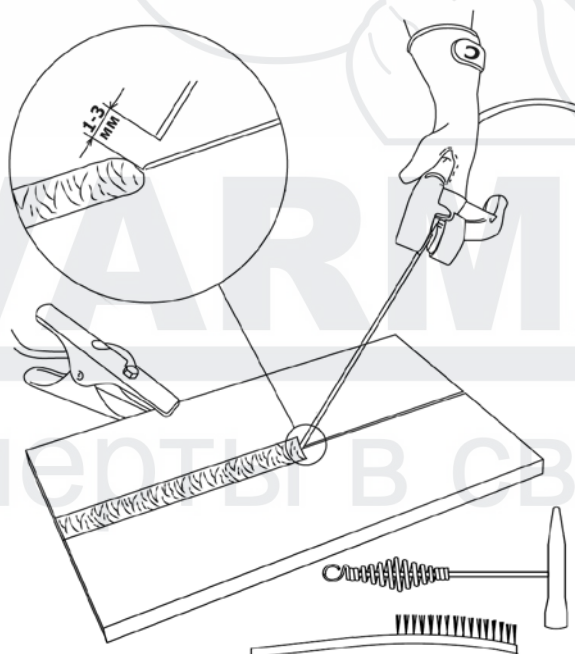

Рис. 9.14. Перед началом работы.
4. Начинайте сварочный процесс (См. рис. 9.14).
Перед началом работы не забудьте проверить следующее (См. рис. 9.14):